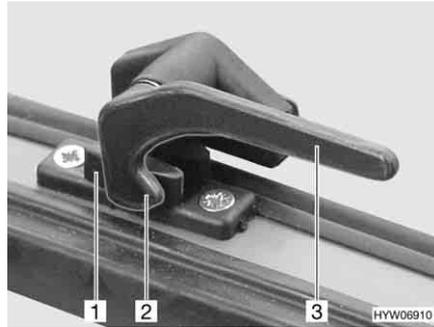

Bild 56 Verriegelungshebel in Stellung "geschlossen"
- Den Verriegelungshebel (Bild 56,3) eine viertel Umdrehung zur Fenstermitte hin drehen.
- Den Verriegelungshebel (Bild 56,3) eine viertel Umdrehung zum Fensterrahmen hin drehen. Die Verriegelungsnase (Bild 56,2) liegt auf der Innenseite der Fensterverriegelung (Bild 56,1).
- in Stellung "fest verschlossen" (Bild 56)